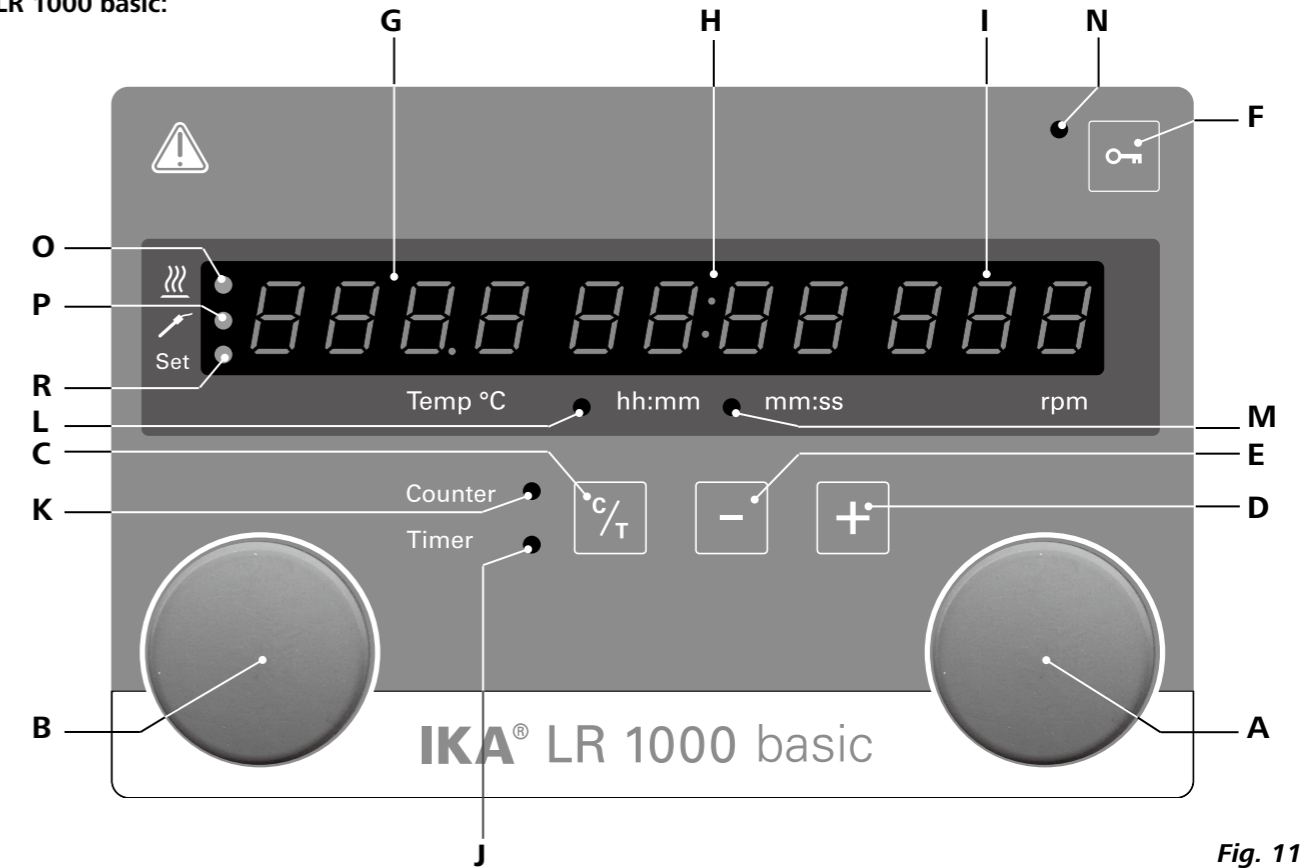

Fig. 11
Durch Drehen des Dreh-/Druckknopfs (A) können Sie die Sollzahl einstellen. Drücken Sie den Dreh-/Druckknopf (A, siehe Fig. 11), um den Rührer zu starten. Durch Drehen des Dreh-/Druckknopfs (B) können Sie die Solltemperatur einstellen. Drücken Sie den Dreh-/Druckknopf (B, siehe Fig. 11), um die Heizfunktion zu aktivieren.
Die Funktion Heizen kann durch Drücken des linken Dreh-/Druckknopfes (B) gestartet bzw. gestoppt werden. Dann werden abwechselnd die Soll-Temperatur oder die Ist-Temperatur auf dem Display (G, siehe Fig. 11) angezeigt. Wird die Soll-Temperatur angezeigt, leuchtet die LED (R, siehe Fig. 11). Durch Drehen des linken Dreh-/Druckknopfes (B) kann die Heiztemperatur eingestellt werden. Der Wert kann im Standby- oder Betriebsmodus geändert werden.
- ⇒ Auf dem Display wird "CAL" angezeigt (H, siehe Fig. 11)
- ☞ Drehen Sie den Knopf B, um den Wert auf dem Display (G) auf den Kalibrierwert einzustellen.
Bei einer Betriebszeit von weniger als 1 Stunde, läuft der Counter im Minuten-Sekunden-Modus (mm:ss) und die LED (M, siehe Fig. 11) leuchtet.
Liegt die Betriebszeit über einer Stunde wechselt die Anzeige vom Minuten-Sekunden-Modus in den Stunden-Minuten-Modus (hh:mm). Die LED (L, siehe Fig. 11) zeigt den Status an.
Die Tasten Timer (+) (D, siehe Fig. 11) oder Timer (-) (E, siehe Fig. 11) dienen zum Einstellen der Heizdauer. Beträgt der Timerwert mehr als 1 Stunde, wechselt die Anzeige vom Minuten-Sekunden-Modus (mm:ss) in den Stunden-Minuten-Modus (hh:mm). Die LED (L, siehe Fig. 11) leuchtet dauerhaft.
Durch Drücken der Taste Counter/Timer (C, siehe Fig. 11) kann von der Funktion "Counter" in die Funktion "Timer" umgeschaltet werden. Die Timer-LED (J, siehe Fig. 11) zeigt an, dass die "Timerfunktion" aktiviert ist.
Durch erneutes Drücken der Taste Counter/Timer (C) wird die "Counterfunktion" aktiviert und die Counter-LED (K, siehe Fig. 11) leuchtet.